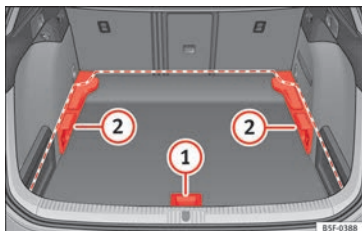
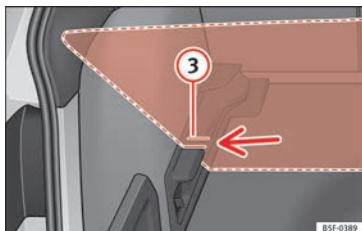

Abb. 180 Variabler Gepäckraumboden: Positionen.
Abb. 181 Variabler Gepäckraumboden: geneigte Kerben.
» **Abb. 180** ① an und ziehen Sie ihn nach
» **Abb. 180** ① an und ziehen Sie ihn nach hinten, bis der vordere Teil vollständig über den Trägern ② liegt.
- Stecken Sie nun diesen vorderen Teil in die unteren Schlitze dieser Träger, verschieben Sie den Boden nach vorn bis zum Anschlag an der Rücksitzlehne und senken Sie den Boden gleichzeitig mit dem Haltegriff ① ab.
» **Abb. 180** ① an und ziehen Sie ihn nach hinten, bis der vordere Teil des Bodens über den geneigten Kerben » **Abb. 181** ③ liegt.
- Bewegen Sie den Boden nun mithilfe des Griffstücks über diese Kerben ① bis an die Rücksitzlehnen heran, sodass der Boden schließlich auf den Kerben aufliegt.